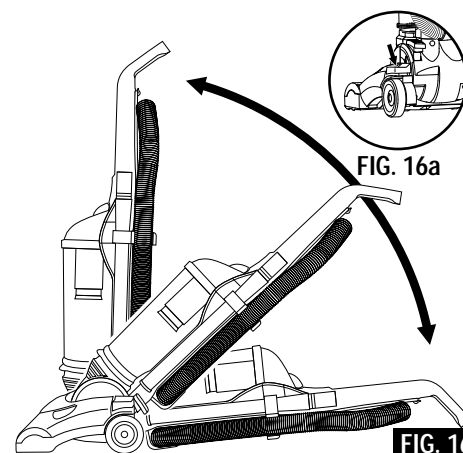

FIG. 16
**Step 7: Use Handle Release.** Step on handle release (FIG. 16a) and pull handle back to a comfortable position. Press again to lower handle further to clean under furniture. Return to full upright position to use the hose and attachments (FIG. 16).
**Paso 7: Uso del dispositivo de liberación de la manija.** Pise el dispositivo de liberación de la manija (FIG. 16a) y tire de la manija hacia atrás hasta quedar en una posición cómoda. Oprima el dispositivo de nuevo para bajar la manija aún más para limpiar debajo de los muebles. Vuelva a colocar la manija en su posición vertical para usar la manguera y los accesorios (FIG. 16).